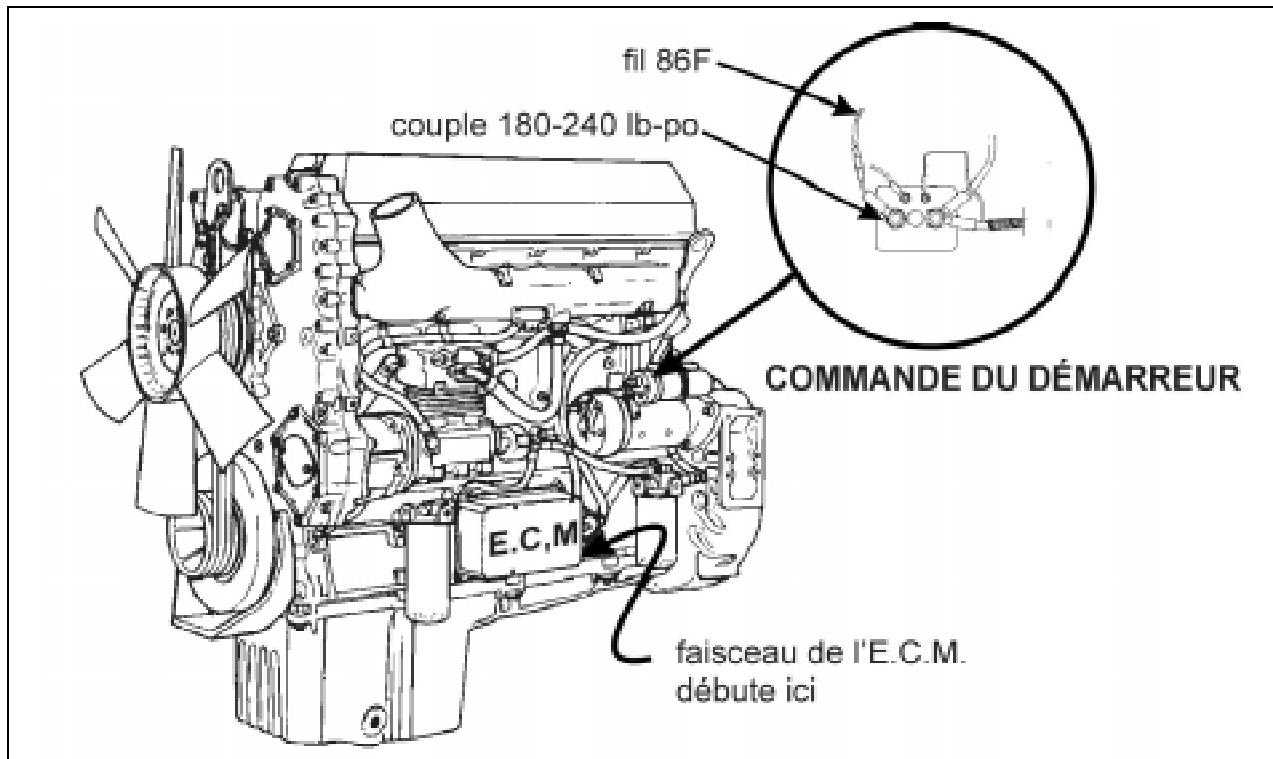

FIGURE 2 : LOCALISATION DU DÉMARREUR
2. Fixer la cosse à anneau du câblage du fusible identifié 86F (pièce Prévost 065213) à la borne de la commande du démarreur (figure 2). Serrer l'écrou à un couple de 180-240 lb-po.
2. Fixer la cosse à anneaux du câblage du fusible identifié 86F (pièce Prévost 065213) à la borne de la commande du démarreur (figure 2). Serrer l'écrou à un couple de 180-240 lb-po.